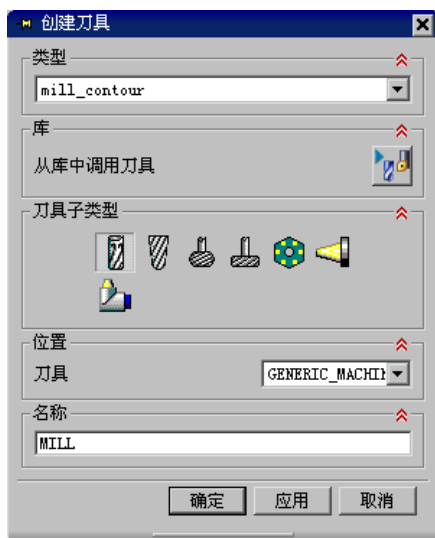

图 2.5.1 “创建刀具”对话框
Step1. 选择下拉菜单 **插入(I) → 刀具(T)** 命令 (单击“插入”工具栏中的  按钮), 系统弹出图 2.5.1 所示的“创建刀具”对话框。